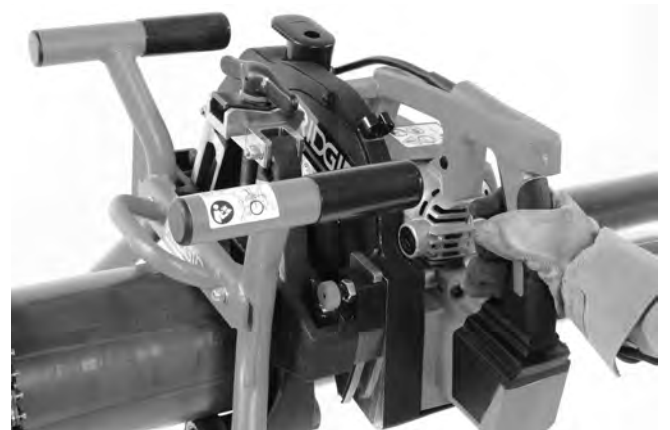

Figura 15 – Sierra cortatubos bajada completamente sobre el tubo
6. Cuando la cuchilla está completamente encajada en el tubo, el pasador de traba de la abrazadera se encaja en el agujero de posición de corte en la placa deslizante de la sierra. Confirme que la sierra esté trabada en la posición de corte. Vea la Figura 15.